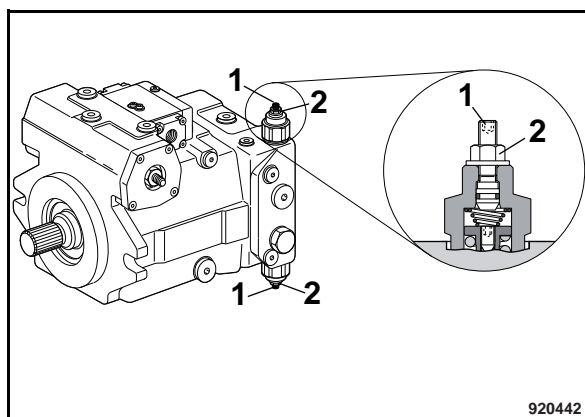

Fig. 108
- Allentare i controdadi (2) (Fig. 108) alle valvole limitatrici dell'alta pressione della pompa per trazione.
- Avvitare le viti a esagono cavo (1) fino a quando la vite appoggia sullo scodellino per molla (resistenza aumentata).